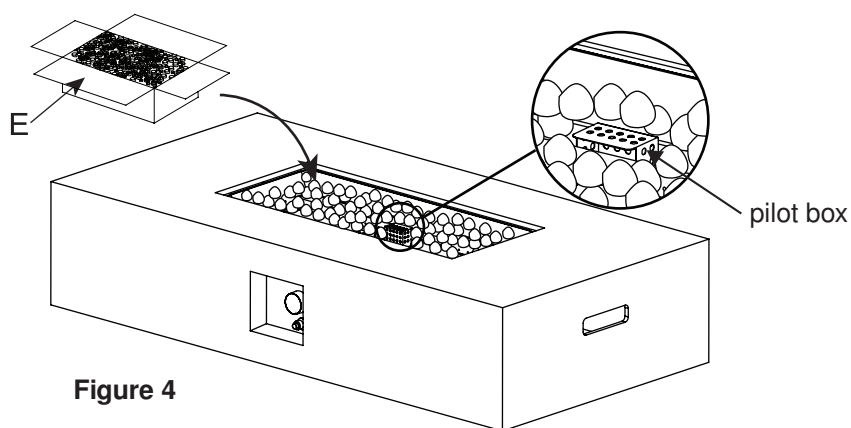

Figure 4
5. Nasujte lavine kamne (E) v posodo kurišča (B) (glej Figure 4).